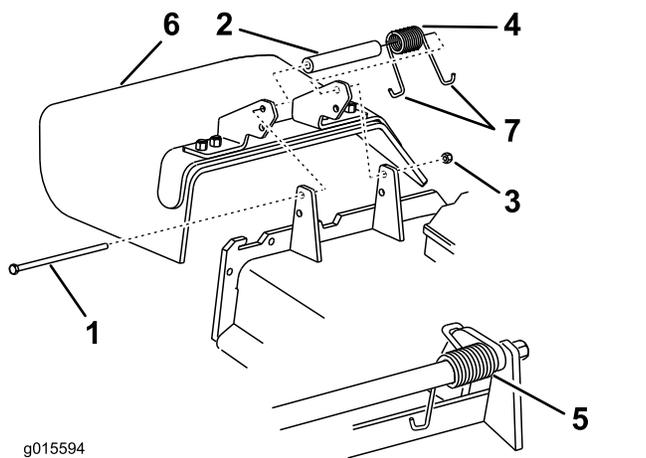

Figure 103
1. Retirez le contre-écrou, le boulon, le ressort et l'entretoise qui fixent le déflecteur aux supports de pivot (Figure 103). Déposez le déflecteur d'herbe s'il est endommagé ou usé.
**Remarque:** Prenez soin de placer une extrémité en J du ressort derrière le bord du tablier avant de mettre le boulon en place, comme illustré à la Figure 103.
- Remettez le boulon et l'écrou en place. Accrochez l'extrémité en J du ressort au déflecteur d'herbe (Figure 103).